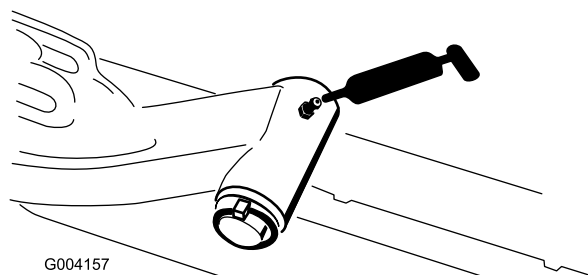

Figura 53
- Eje pivotante del brazo de elevación (1 en cada) (Figura 53)